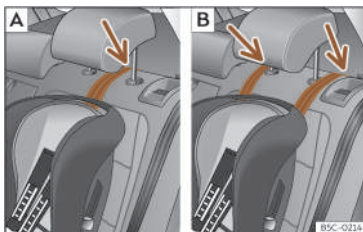

Fig. 39 Sedili posteriori: regolazione e montaggio in base alla cintura Top Tether.
- *Sedili posteriori:* far passare la cinghia sotto il poggiatesta (secondo le istruzioni del seggiolino, alzare o rimuovere il poggiatesta se necessario) >>> **fig. 39**.